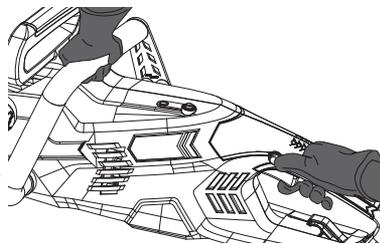

Fig. 19
- Prenez la poignée avant [1] avec la main gauche, en l'entourant bien entre le pouce et les doigts. Prenez la poignée arrière [12] avec la main droite en l'entourant bien entre le pouce et les doigts (Fig. 19).